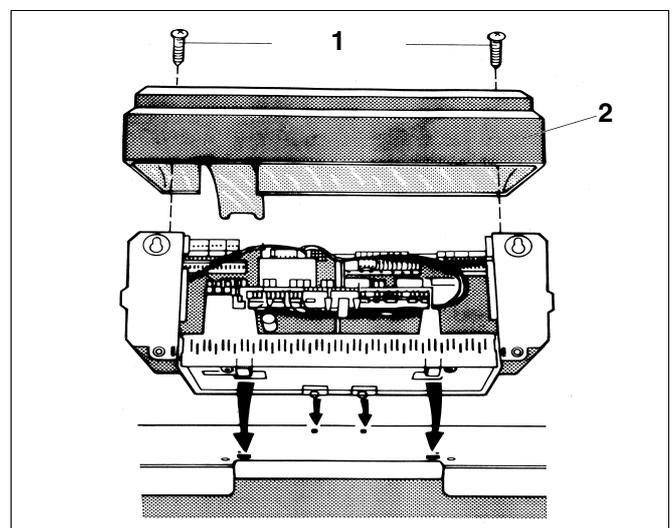

Abb. 10 Regelsystem Logamatic 4000 öffnen
- Die beiden Schrauben (Abb. 10, **Pos. 1**) von oben aus der Klemmenabdeckhaube (Abb. 10, **Pos. 2**) herausdrehen und Haube abnehmen.
- Regelgerät leicht nach vorne kippen und so auf die vordere Kesselhaube aufsetzen, dass sich die Einschlebehaken vorne in die ovalen Bohrungen einführen. Regelgerät nach vorne schieben und hinten abkippen, bis die beiden elastischen Haken rechts und links einrasten (Pfeile-Abb. 10).